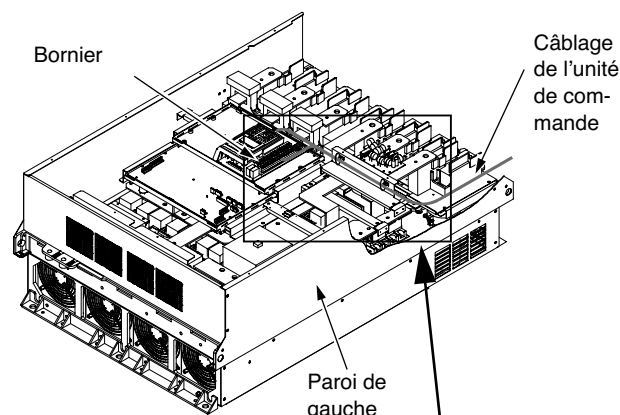

Figure 2-3-16 Cheminement du câblage de l'unité de commande
1. Comme le montre la Figure 2-3-16, faire courir les câbles le long du panneau de gauche.